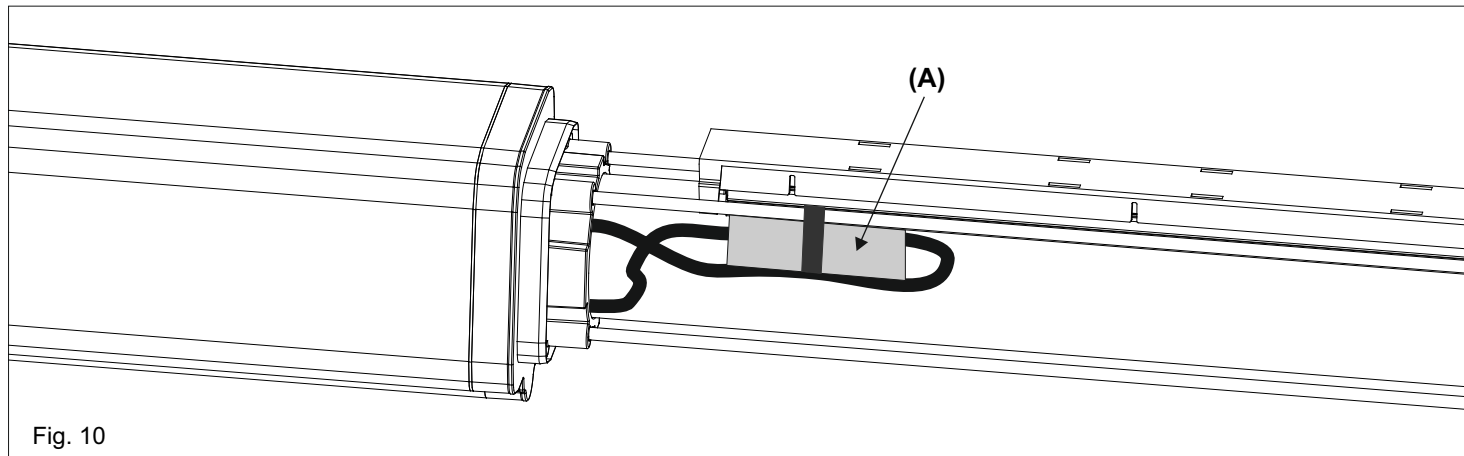

Fig. 10
Per evitare che nel montaggio del copristelo vengano tranciati i cavi, fissare il connettore (A) al tirante con una fascetta, come mostrato in Fig.10.
To prevent that during installation of the rod cover the cables are cut, fix the connector (A) to the rod with a clamp, as shown in Figure 10.
Pour éviter que lors de l'installation du couvercle de tige les câbles sont coupés, fixer le connecteur (A) à la tige avec une bande, comme indiqué sur la figure 10.
Para evitar que en el montaje del copristelo sean cortados los cables, fijar el conector (A) al tirante con una faja, como enseñado en Fig. 10.